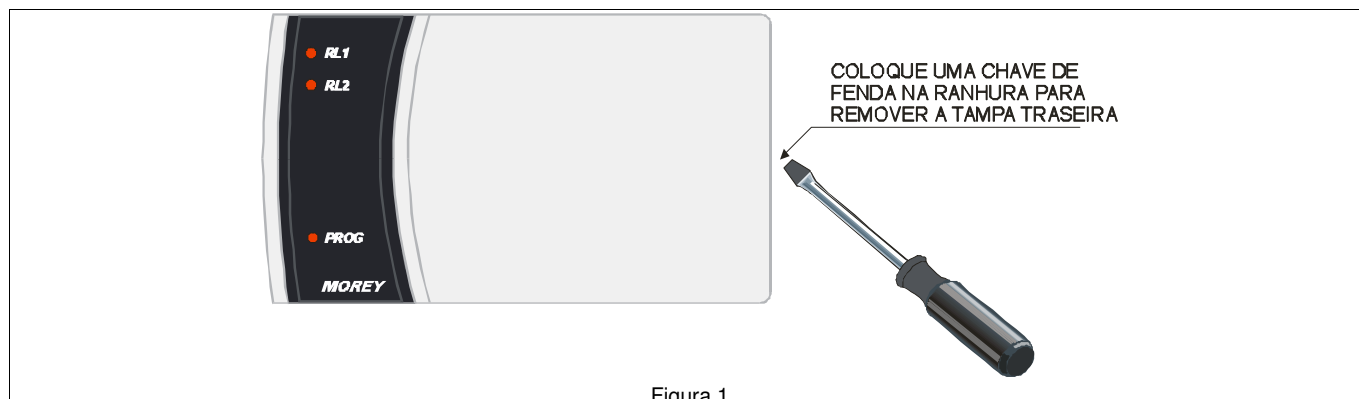

Figura 1
Abra a tampa inferior colocando uma chave de fenda na ranhura lateral conforme a figura 1 abaixo. Fixe a tampa inferior na parede.
1. Remova a tampa traseira conforme figura 1 e use a mesma para marcar a parede para furação;